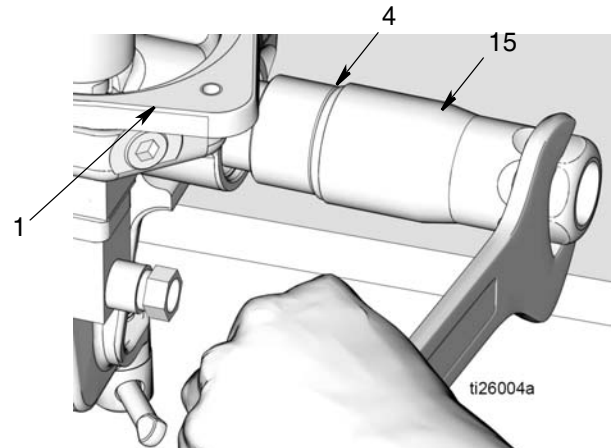

图 23
- e. 根据正确处置的所有相关规定，丢弃 O 形圈 (7, 41) 和螺母 (5)
16. 从泵底座 (1) 上拧下出口止回阀 (15) (图 23)。从出口止回阀上拆下 O 形圈 (4)。根据正确处置的所有相关规定，处置 O 形圈。